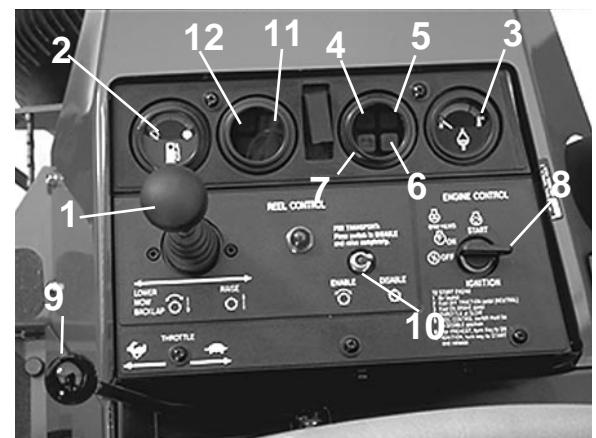

Bild 10
**Hebel—Schnittwerk absenken/anheben** (Bild 10)—Der Hebel dient dem Heben und Senken der Schnittwerke sowie dem Starten und Stoppen der Spindeln.
**Kraftstoffuhr** (Bild 10)—Zeigt den Stand im Kraftstofftank an.
**Motorölwarnlampe** (Bild 10)—Zeigt gefährlich niedrigen Motoröldruck an.
**Zündschloß** (Bild 10)—Drei Stellungen: AUS, EIN/Vorwärmung und START.
**Gashebel** (Bild 10)—Den Gashebel vorwärts bewegen, um die Motordrehzahl zu steigern, rückwärts, um sie zurückzudrehen.
**Motorkühlmittelwarnlampe** (Bild 10)—Diese Lampe leuchtet auf und der Motor wird automatisch abgestellt, wenn das Kühlmittel eine kritisch hohe Temperatur erreicht.
**Glühkerzenmeldelampe** (Bild 10)—Aufgeleuchtet zeigt diese Lampe an, daß die Glühkerzen eingeschaltet sind.
**Batteriezustandsanzeige** (Bild 10)—Leuchtet auf bei Fehlfunktionen im Ladekreis.
**EIN-/AUS-Schalter** (Bild 10)—Im Zusammenhang mit dem Schnittwerk anheben/absenken-Hebel zum Zuschalten/Ausschalten der Spindeln benutzen.
**Wasser im Kraftstoff-Lampe** (Bild 10)—Warnung über Wasser im Kraftstoff.
**Niedriger Kühlmittelstand-Lampe** (Bild 10)—Warnt, daß der Kühlmittelstand zu niedrig ist.